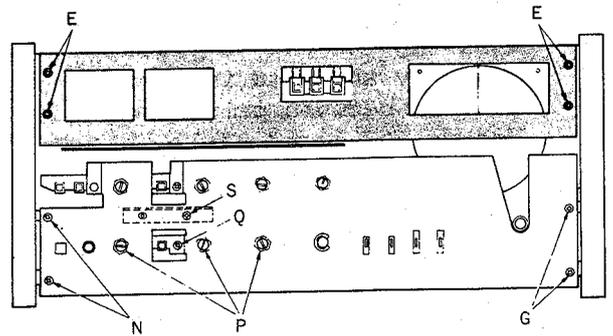

Abb. 5
- 1) Drehe die vier Schrauben wie in Abb. 5, E gezeigt heraus und nimm die Aluminiumeinlage aus dem Empfängerteil.
- 3) Entferne ebenfalls die Befestigungsschrauben der Frontchassis des Empfängerteils (Abb. 5, G).
- 2) Drehe die beiden Befestigungsschrauben der Frontchassis des Vorverstärkerteils heraus (Abb. 5, N).
- 3) Entferne die dreil Muttern für die Lautstärkenkontrolle an der Frontchassis (Abb. 5, P).
- 4) Nimm die Schalter-Befestigungsschraube an der Frontchassis ab (Abb. 5, Q).
- 8) Drehe die Befestigungsschrauben der Schutzplatte, die sich zwischen den Leiterplatten PA-66 und PA-67 befinden, heraus (Abb. 5, S) und entferne die Schutzplatte.